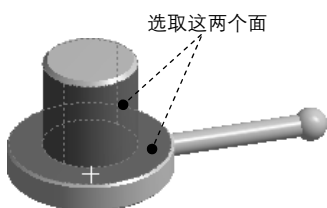

图 7.6.41 定义接触面
(1) 定义接触面。在 **Scope** 区域中单击以激活 **Contact** 后的文本框，选取图 7.6.41 所示的模型表面为接触面，单击 **Apply** 按钮。